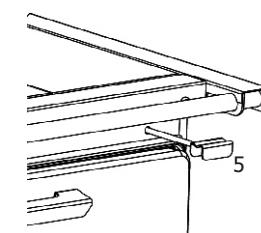

Рисунок 1
- удалить конфорку (Рисунок 1, позиция 4) с варочной поверхности при помощи инструментов;
- удаляется варочная поверхность (Рисунок 1, позиция 2);
- дверцу зольного ящика оставьте открытой до появления стабильного огня, после закрытия интенсивность горения регулируйте с помощью регулятора подачи воздуха (рисунок 1, позиция 5)
- При добавлении топливо, приоткройте дверцу (рисунок 1, позиция 6) на несколько градусов, подождите 4-5 секунд и только после этого медленно откройте до конца. Не открывайте дверцу быстро, т.к из плиты могут выпасть искры огня